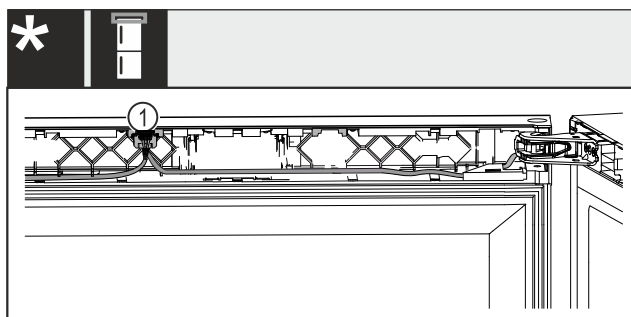

Fig. 55 Kombinált borhűtő-fagyasztókészülékek*
- ▶ Pattintsa be a dugót Fig. 55 (1) a vezetősínbe.* Minden készülékhez: